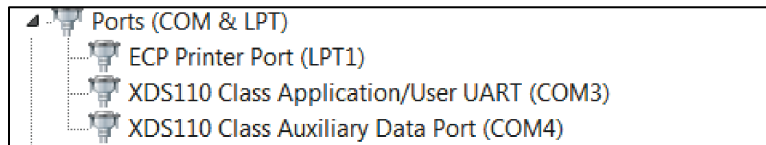

图 1-2. 设备管理器端口
1. 如果毫米波器件通过 USB 电缆连接到运行该应用程序的 PC，则可以使用 Windows PC 上的设备管理器找到以下 COM 端口 (请参阅图 1-2)。